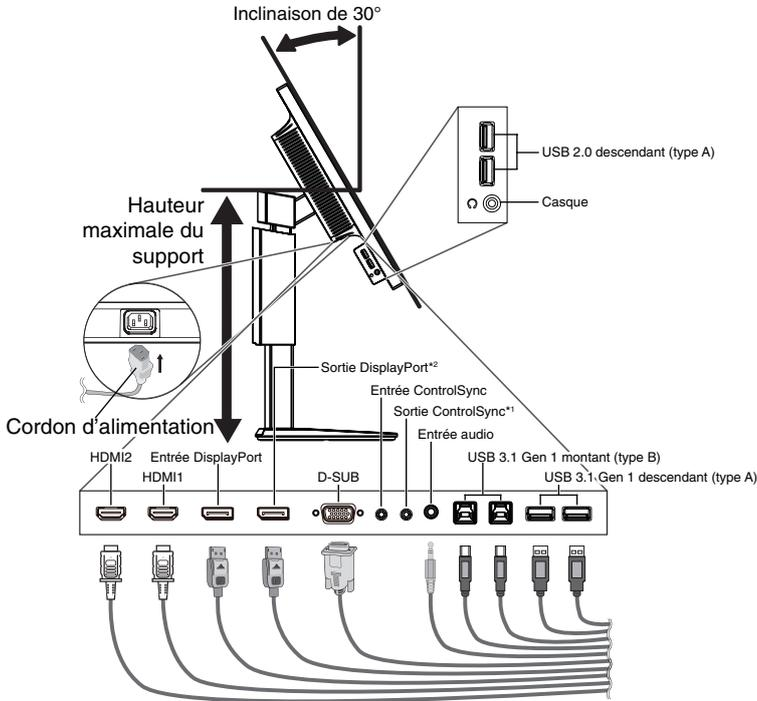

Figure C.1
- Branchez tous les câbles aux prises appropriées (**Figure C.1**). À l'aide du câble USB, branchez la prise de type B au port montant USB situé sur le côté arrière droit du moniteur et la prise de type A au port descendant de l'ordinateur (**Figure C.1a**). Si vous utilisez le cordon d'un appareil USB, branchez-le au port descendant du moniteur.